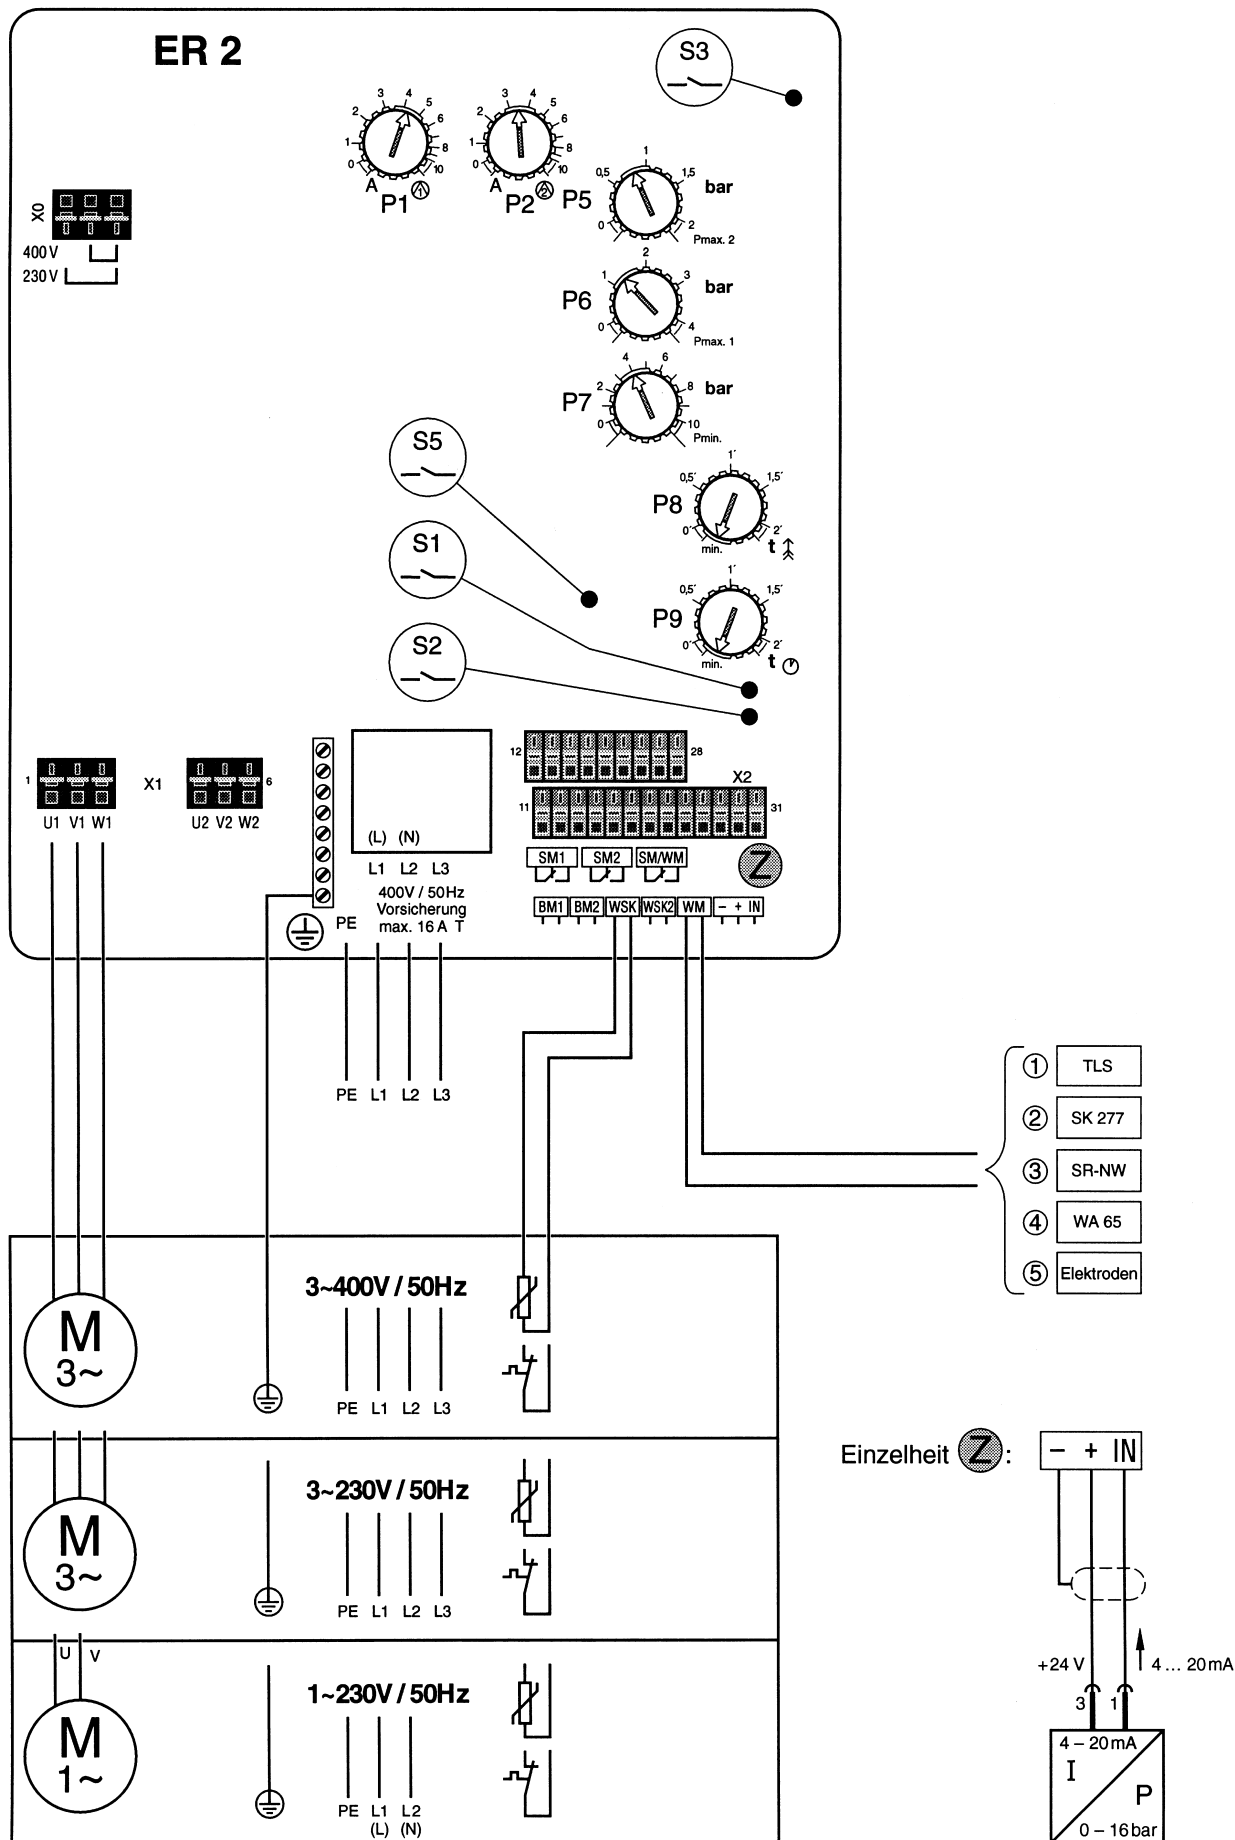
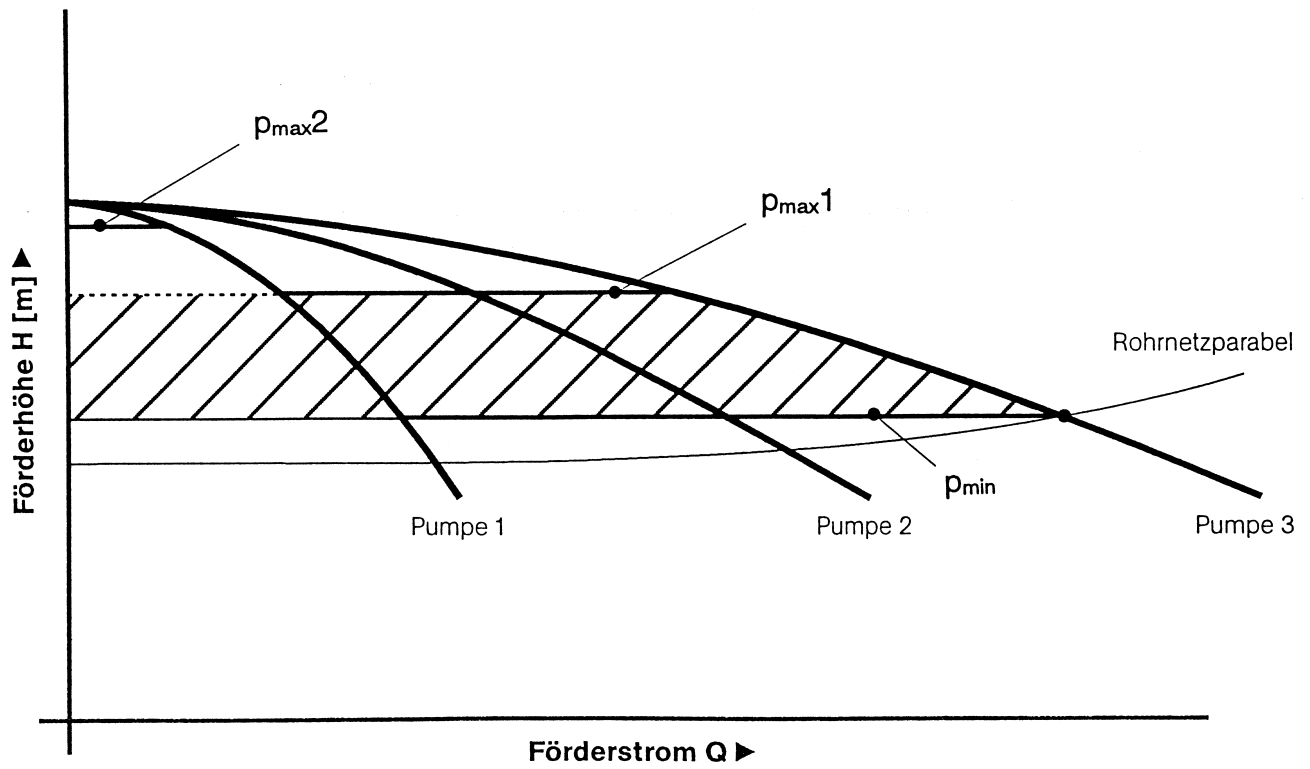

Fig. 2
Fig. 5
Когда при первоначально не работающей станции после начала разбора воды давление в системе опускается ниже уровня давления включения  $p_{min}$ , включается первый насос (рис. 5, диаграмма характеристик). При последующем падении давления ниже уровня давления включения из-за возрастающего расхода воды каждый раз подключается очередной насос. При уменьшении расхода воды давление в системе наоборот начинает повышаться. При достижении первого уровня выключения  $p_{max}^1$  отключается один насос. При повторном достижении первого уровня выключения отключается следующий насос и т.д. Последний работающий насос выключается лишь при более высоком давлении – втором уровне выключения  $p_{max}^2$ . При этом давлении подача воды очень мала (см. характеристику насоса на рис. 5). Процессы включения–выключения пиковых насосов осуществляются с задержкой по времени, для того чтобы избежать флаттерных переключений. Время задержки регулируется с помощью потенциометра  $t_i$  (рис. 2/3, поз. 8) между
0 и 2 мин. Оно начинает действовать с пуском первого насоса. Задержка осуществляется только в случае, когда насос(ы) работали меньше установленного на потенциометре времени. Уровни давлений включения–выключения устанавливаются с помощью потенциометров  $p_{min}$ ,  $p_{max}^1$ ,  $p_{max}^2$  (рис. 2/3, P5, P6, P7 и табл. 1). Значения уставок для уровней давлений выключения 1 и 2 представляют из себя разности давлений, которые прибавляются к соответствующим более низким уставкам. Если например, с помощью потенциометров заданы давления  $p_{min} = 4$  бар,  $p_{max}^1 = 2$  бар и  $p_{max}^2 = 1$  бар, то это означает: уровень давления включения – 4 бар, первый уровень давления выключения – 6 бар, второй уровень давления выключения – 7 бар.
### 4.3 Функции устройства управления (рис. 2/3)
– **Внутренняя электронная защита двигателя:** Для защиты от перегрузки для каждого двигателя разрыватель тока должен быть настроен с помощью потенциометра (рис. 2/3, P1, P2, P3, P4) на номинальный ток двигателя согласно шильдику насоса. Клеммы WSK необходимо закоротить.
– **Внешняя защита двигателя по температуре обмотки PSC/PTC:** Если двигатели защищены с помощью защитного контакта в обмотке (WSK) или "холодного проводника" (PTC), то WSK или PTC для каждого двигателя подсоединяется к клеммам, а потенциометры (рис. 2/3, P1, P2, P3, P4) устанавливаются на максимальное значение (вправо до упора).
- **Время задержки:** Время задержки для основного нагрузочного насоса устанавливается с помощью потенциометра  $t_1$  (рис. 2/3, P8) между 0 и 2 мин. Оно начинается со стартом первого насоса.
- **Задержка времени срабатывания защиты от недостаточного уровня воды:** Выключение насосов в связи с недостаточным уровнем воды, а также их последующее включение в случае восстановления минимального уровня воды могут быть задержаны по времени. Время задержки задается потенциометром  $t_2$  (рис. 2/3, P9) в интервале от 2 сек. до 2 мин.
- **Пробный пуск:** При включенной функции "пробный пуск" каждый насос включается приблизительно через каждые 6 часов приблизительно на 15 секунд. Интервалы пробных пусков жестко запрограммированы и не подвержены влиянию времени наработки, сигналов о недостаточном уровне воды или срабатывания любых датчиков. Пробные пуски важны, в частности, для поддержания в постоянной готовности установок пожаротушения. При замыкании микропереключателя S2 (рис. 2/3) пробные пуски отменяются.
- Клеммную колодку подсоединять в следующем порядке (рис. 2/3):
**(L), (N), PE:**
Переключить клеммы X0 электронной платы в соответствии с указанием "230 В" (см рис. 2)
Переключить клеммы X0 электронной платы в соответствии с указанием "400 В" (см рис. 2) (заводская уставка)